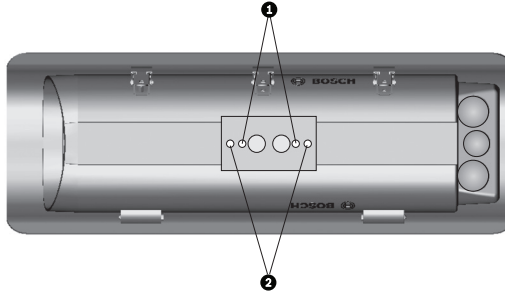

Bild 5.6 Position der Öffnungen für die Kabeldurchführung
1. Entfernen Sie vor der Kameramontage die beiden Kappen, die sich im Gehäuseinneren befinden (siehe *Bild 5.6*).